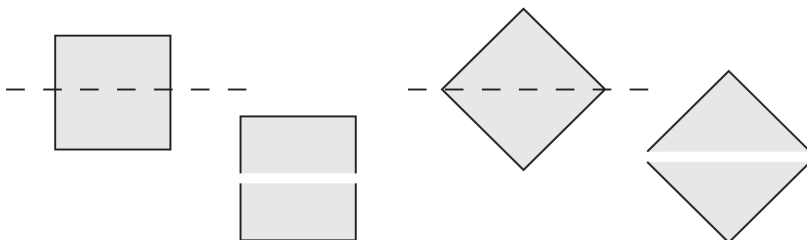

Рисунок 9. Схема поздовжнього рiзання керамiчної плиткi.
5.2 Користування виробом (Рис. 9).